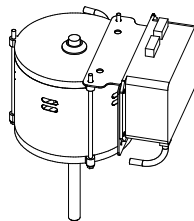

Figure 1
1. Voir la Figure 1, attacher le support sur le dessus du moteur avec deux des boulons traversants du moteur. Fixer avec deux écrous n° 8-32 fournis.